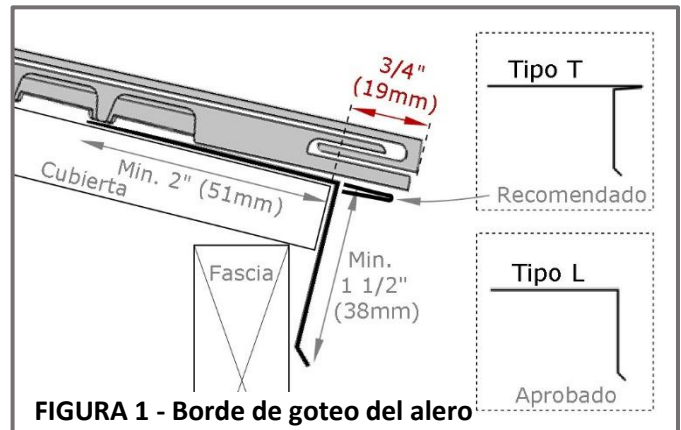

FIGURA 1 - Borde de goteo del alero
- **ALEROS** - Instale un borde de goteo Tipo L o Tipo T. El borde de goteo debe extenderse un mínimo de **2" (51mm)** hacia atrás desde el borde del techo, doblarse hacia abajo sobre la imposta (fascia) al menos **1 1/2" (38mm)** y proyectarse hacia afuera para alejar el agua de la tabla de la imposta. Vea la **Figura 1**. F-WAVE recomienda un borde de goteo Tipo T que se extienda **1/2" (13mm)** hacia afuera de los aleros. Aplique la capa base sobre el metal del borde de goteo en los aleros.
- Instale un borde de goteo Tipo T o Tipo L en los aleros. La teja de inicio debe sobresalir del borde del alero **3/4" (19mm)**. Vea la **Figura 1**.